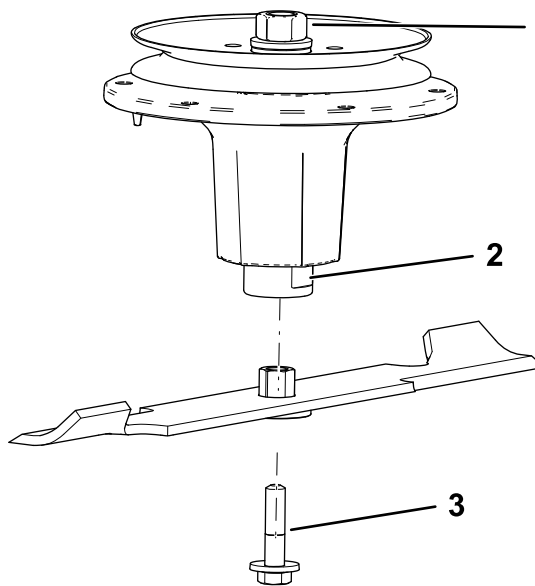

Bild 80
- Montieren Sie die Buchsen-/Messerbaugruppe auf der Spindelwelle (Bild 80).